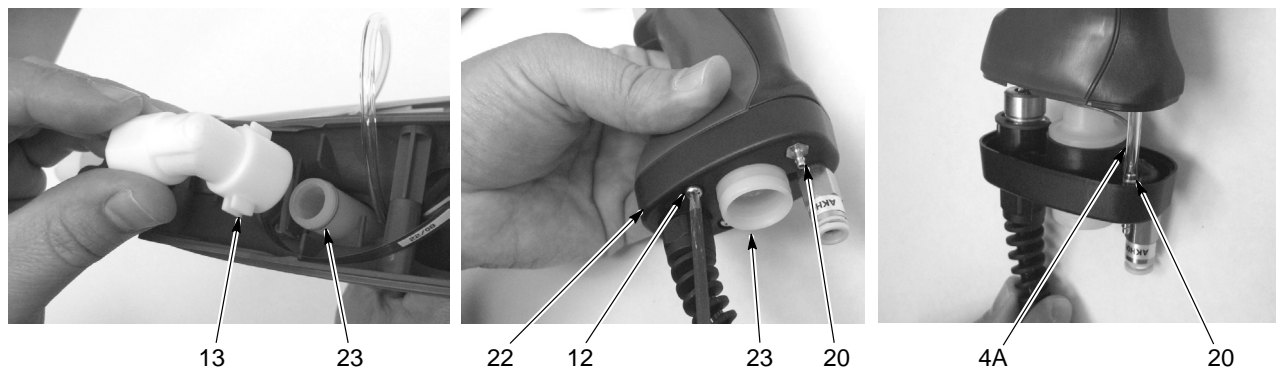

Figura 5-6 Remoção do cotovelo e separação da base para fora do punho.
7. Consulte a figura 5-6. Retire o cotovelo (13) do tubo de entrada (23).
8. Retire os dois parafusos M3 x 20 (12) que fixam a base do punho (22) ao conjunto do punho.
10. Puxe o tubo transparente de 4 mm (4A, parte do conjunto do filtro) para fora da união estriada (20).